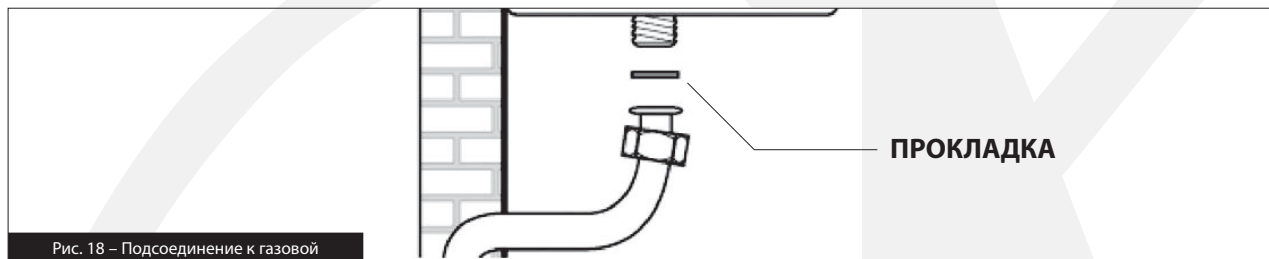

Рис. 18 – Подсоединение к газовой
**Подсоединение котла к газоподводящей линии следует ОБЯЗАТЕЛЬНО осуществлять накидной гайкой с применением в стыковой плоскости уплотнительной прокладки соответствующего диаметра и из пригодного для этой цели материала (см. рис. 18). ЗАПРЕЩАЕТСЯ применение пакли, тефлоновой ленты и подобных видов уплотнения по резьбовой поверхности.**